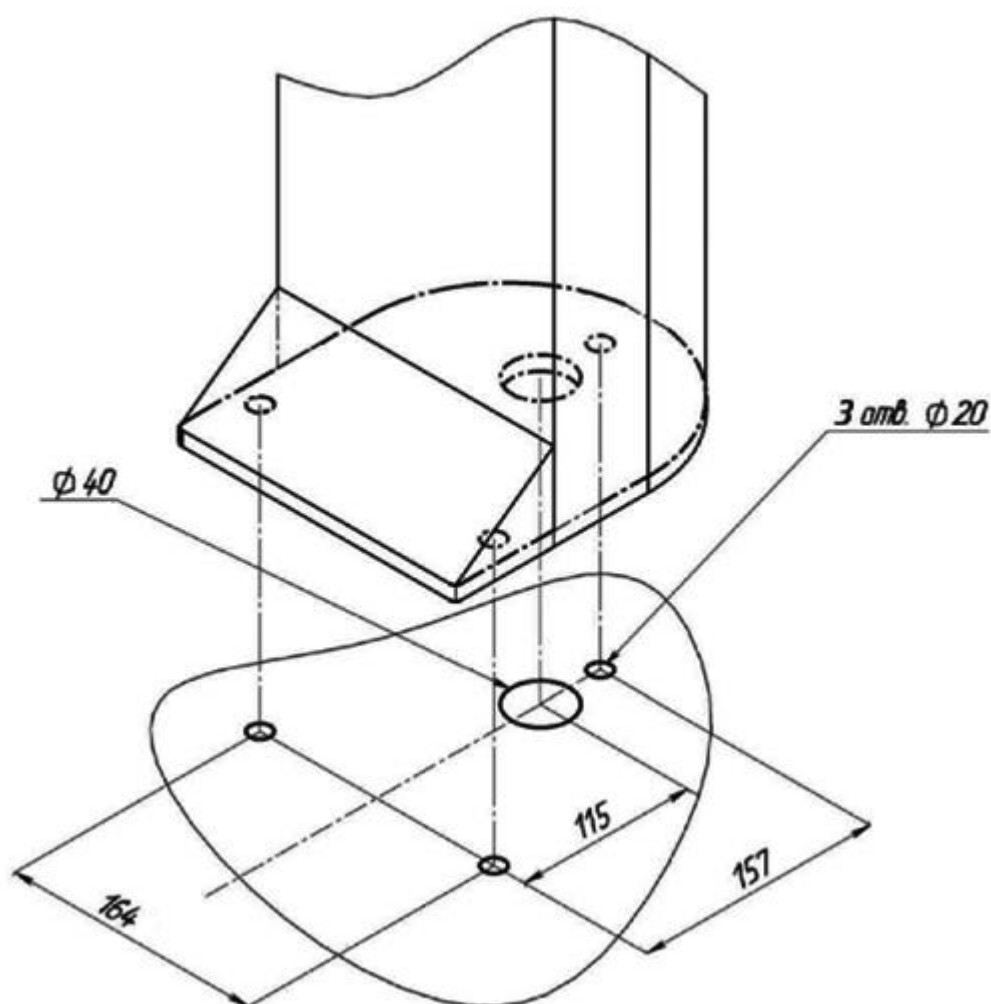

Рисунок 4 – Установочные размеры площадки турникета
4.2.4 Рисунок 4 – подводку кабелей производить через отверстие диаметром 40 мм в нижней плите стойки турникета.